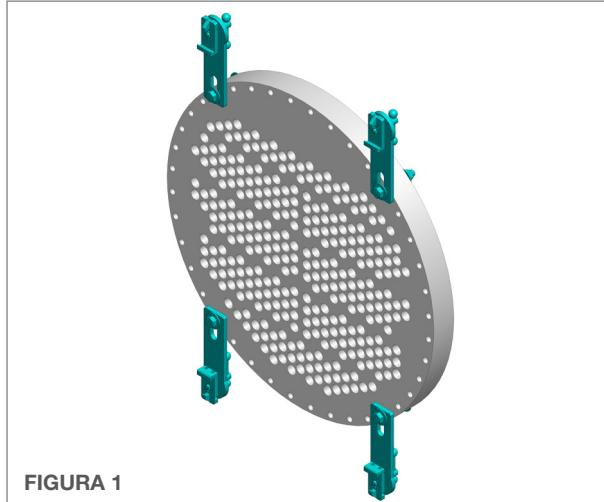

FIGURA 1
**OS FIXADORES RÁPIDOS (LWP 518)** destinam-se ao uso em flanges do trocador de calor que oferecem uma superfície de fixação robusta ou cujos furos estiverem inacessíveis. Alinhe os fixadores na superfície do flange de forma a maximizar a área de contato deste com os fixadores. (**Figura 1**).
- Monte os **Fixadores** do posicionador apropriados no feixe de tubos como mostrado na página anterior (Na Figura 1 estão representados os Fixadores Rápidos com Rasgo). Os Fixadores devem estar alinhados na horizontal com o sentido das fileiras de tubos. (**Figura 1**).